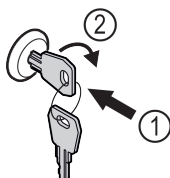

Fig. 143
- ▶ Insérer la clé Fig. 143 (1).
- ▶ Tourner la clé à 90° dans le sens horaire Fig. 143 (2).